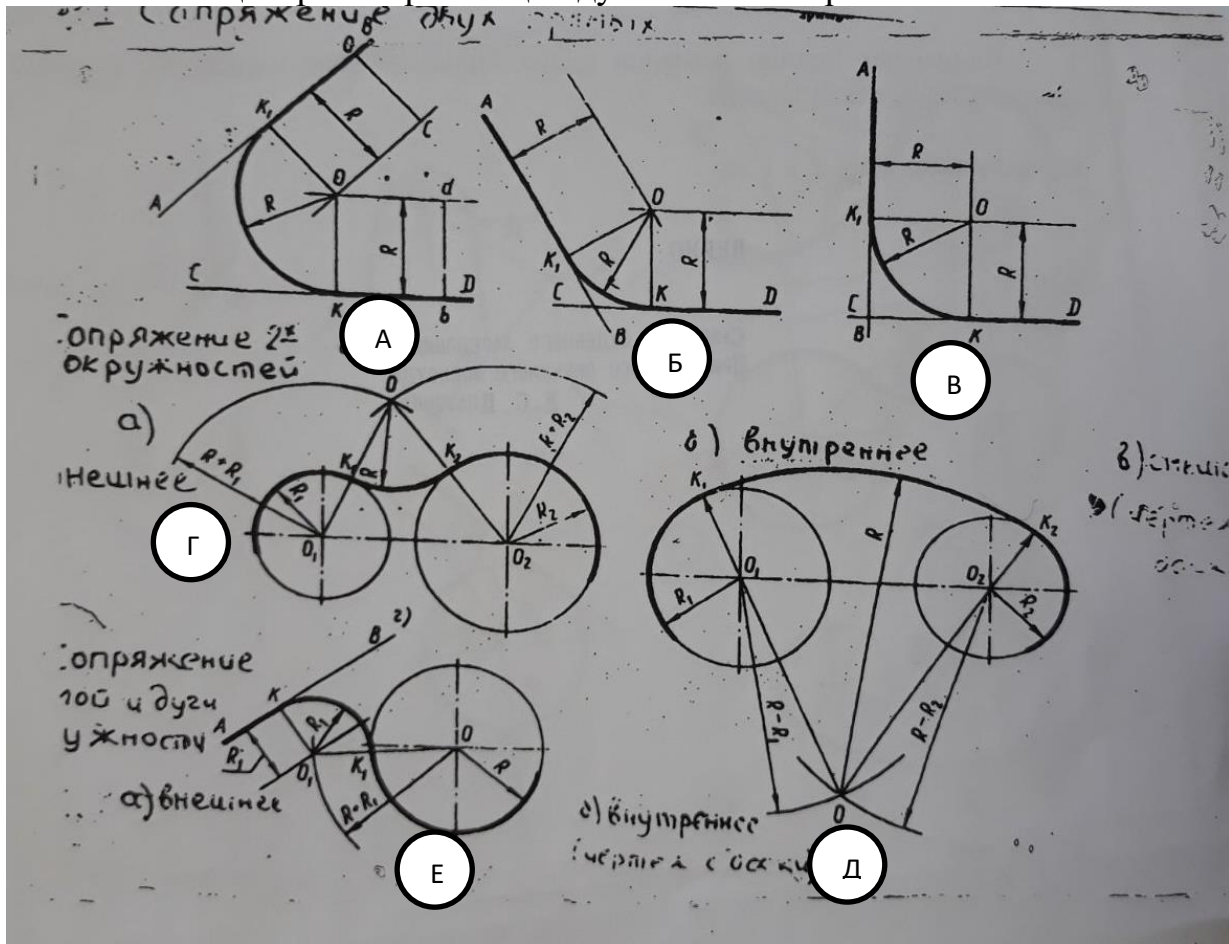

Рис.10
2. Сопряжение дуги окружности радиуса R с прямой линией AB дугой радиуса r (или r_1). Для построения такого сопряжения вычерчивают дугу окружности радиуса R (рис.10, е) и прямую AB . Параллельно заданной прямой на расстоянии, равном радиусу r сопрягающей дуги, проводят прямую ab . Из центра O проводят дугу окружности радиусом, равным сумме радиусов R и r до пересечения ее с прямой в точке O_1 . Точка O_1 является центром дуги сопряжения.
При внешнем сопряжении центры O и O_1 сопрягаемых дуг радиусов R_1 и R_2 лежат вне сопрягающей дуги радиуса R (рис.10, г). При внутреннем сопряжении центры O и O_1 сопрягаемых дуг лежат внутри сопрягающей дуги радиуса R (рис.10, д):